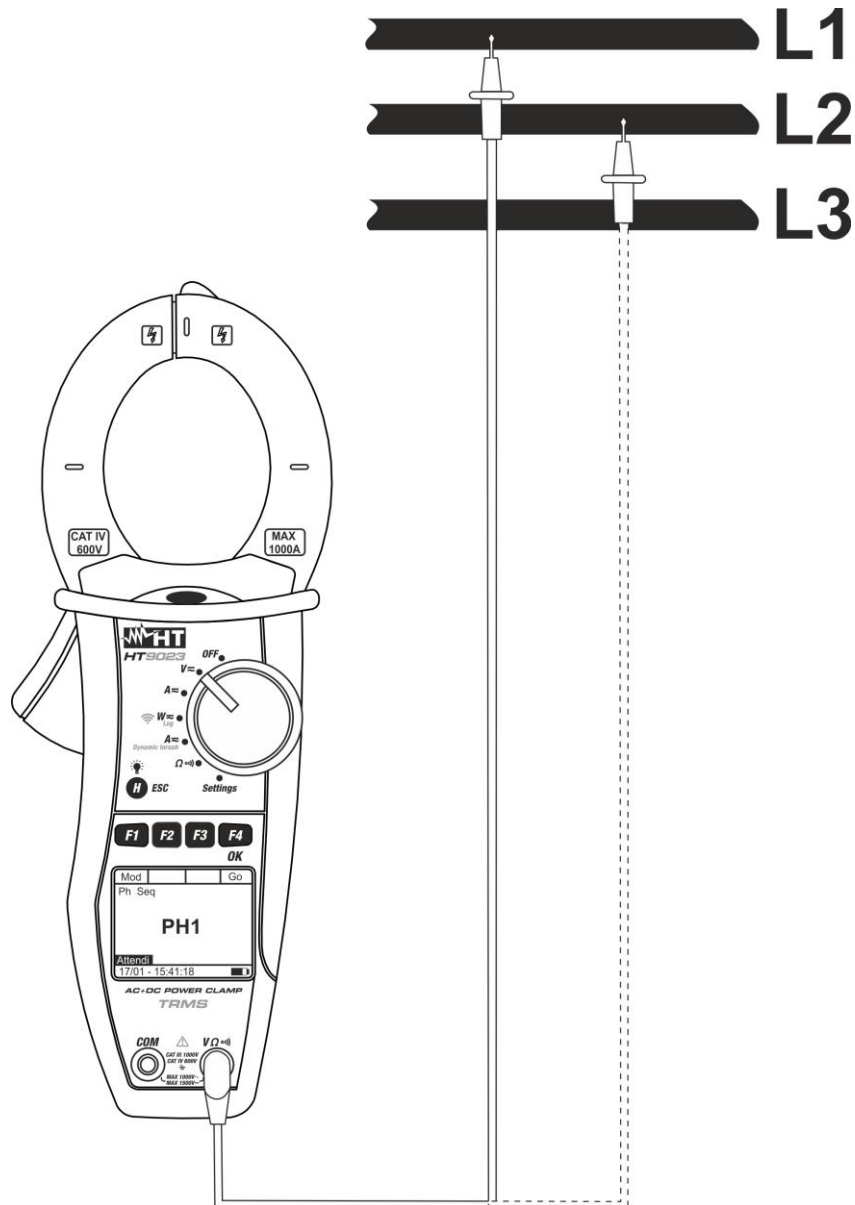

Fig. 7: Verifica del senso ciclico delle fasi
4. Inserire il cavo rosso nel terminale di ingresso **VΩ•)** e posizionare il puntale sulla fase L1 del circuito in esame (vedere Fig. 7)
7. Lo strumento mostra il messaggio **"PH2"** e attende il rilevamento della fase L2. Collegare il puntale rosso alla fase L2 (vedere Fig. 7)